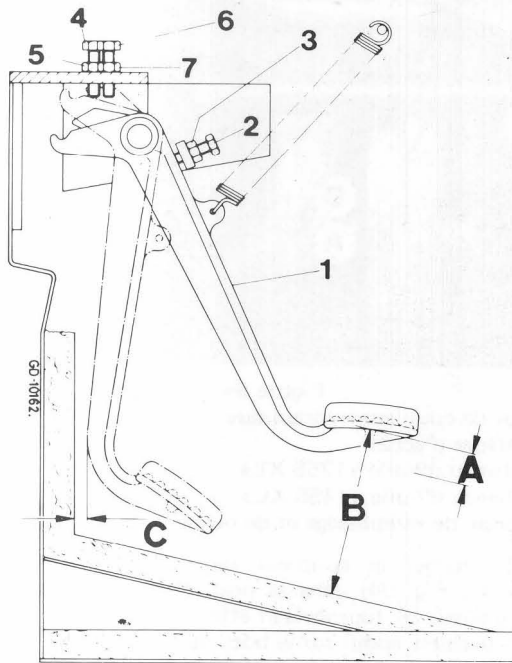

Figure 90
Lorsque le tracteur est complètement embrayé, la pédale d'embrayage (1, Fig. 90) doit avoir une garde (A). Au fur et à mesure de l'usure des garnitures cette garde diminue. Un réglage de l'embrayage doit être effectué dès que cette garde n'atteint plus que 10 mm. Pour ce faire, procédez de la façon suivante :
NOTE : Les dimensions B et C (Fig. 90) ne sont susceptibles de changer que si les vis d'arrêt (2 et 4) sont tournées. Vérifiez et réglez ces dimensions s'il y a lieu. Veillez à régler la garde. A chaque fois que la dimension B a été modifiée.
NOTE : Pour permettre le verrouillage correct du levier il doit y avoir un écart de 2 à 3 mm entre l'arrêt et le verrou lorsque le levier est tiré à fond jusqu'à sa butée. S'il y a lieu desserrez le contre-écrou (7) Fig. 90 et réglez la vis de butée (6).